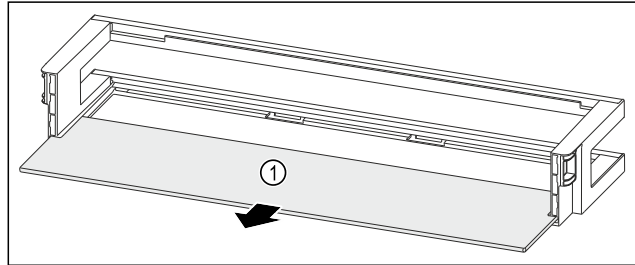

Fig. 87 Дверная полка со съемной полкой
- ▶ Извлеките съемную полку Fig. 87 (1).